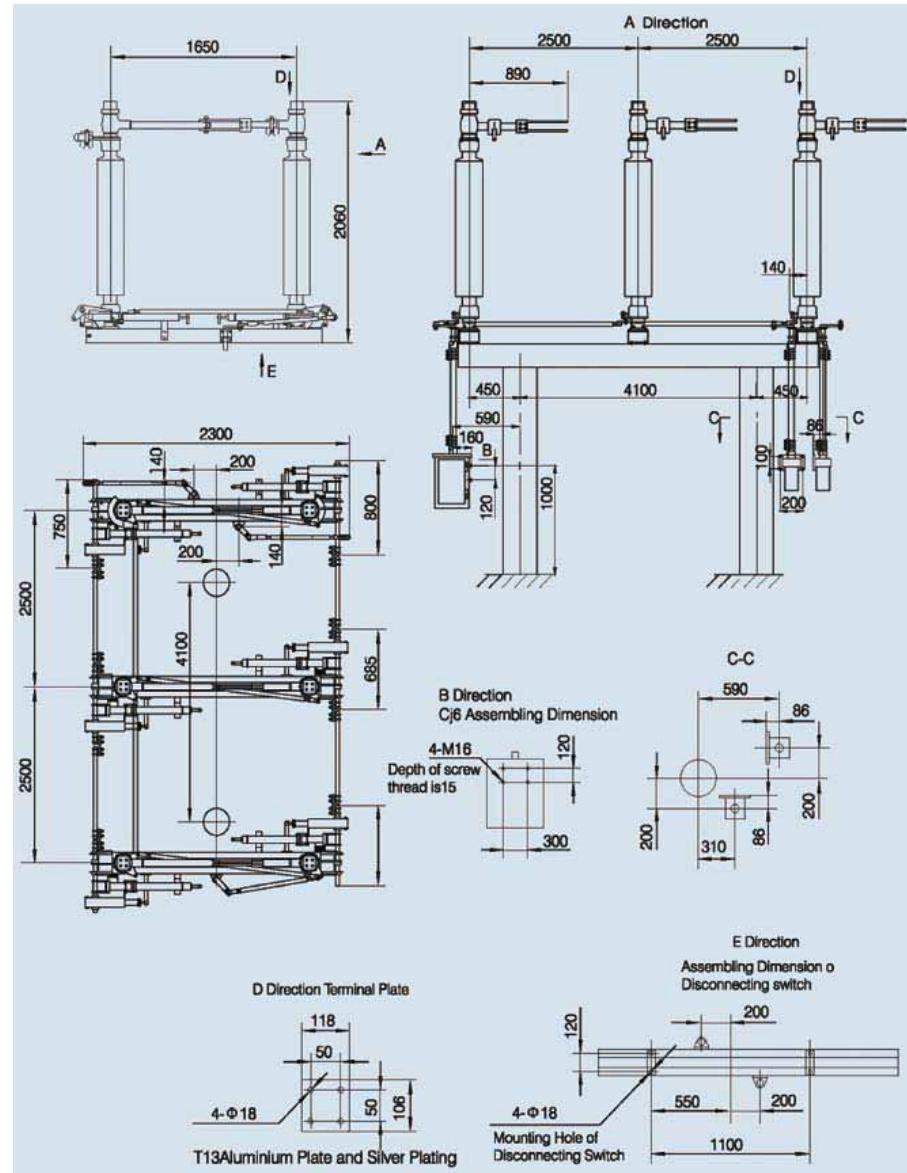

Рис. 6.4 Розъєдинитель типу GW4-145IIDW
6.3 Разъединитель типа GW4-145IIDW (см. рис. 6.4).